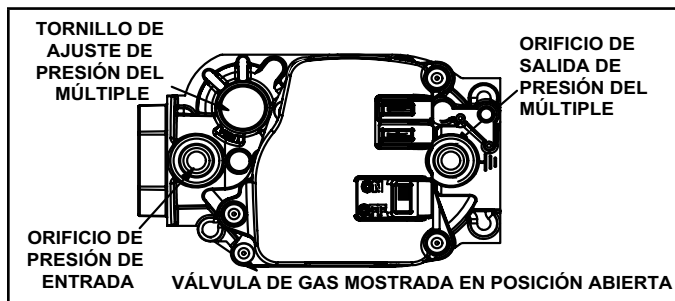

FIGURA 55
Funcionamiento de la válvula de gas (Figura 55)
- 6 - Mueva el interruptor en la válvula de gas a la posición APAGADO. Ver la Figura 55.
- 8 - Mueva el interruptor en la válvula de gas a la posición ENCENDIDO. Ver la Figura 55.